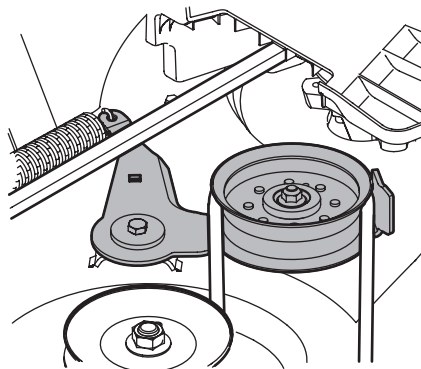

Figura 4-3
- Desde el lado derecho del tractor, inserte una llave de trinquete de $\frac{3}{8}$ ", regulada para *ajustar*, en el orificio cuadrado del la polea loca. Vea la Figura 4-3.
- Pivote la llave hacia adelante para mover la polea de transmisión de la plataforma hacia adelante. Vea la Figura 4-3.